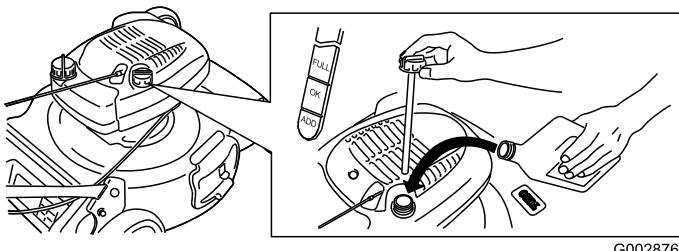

Figura 6
1. Retire la varilla (Figura 6).
2. Vierta lentamente aceite en el tubo de llenado hasta que el nivel llegue a la marca Full de la varilla (Figura 6). **No llene demasiado.** (Capacidad máxima: 20 onzas, tipo: SAE 30W, aceite detergente con clasificación de servicio API SF, SG, SH, SJ, SL o superior.)